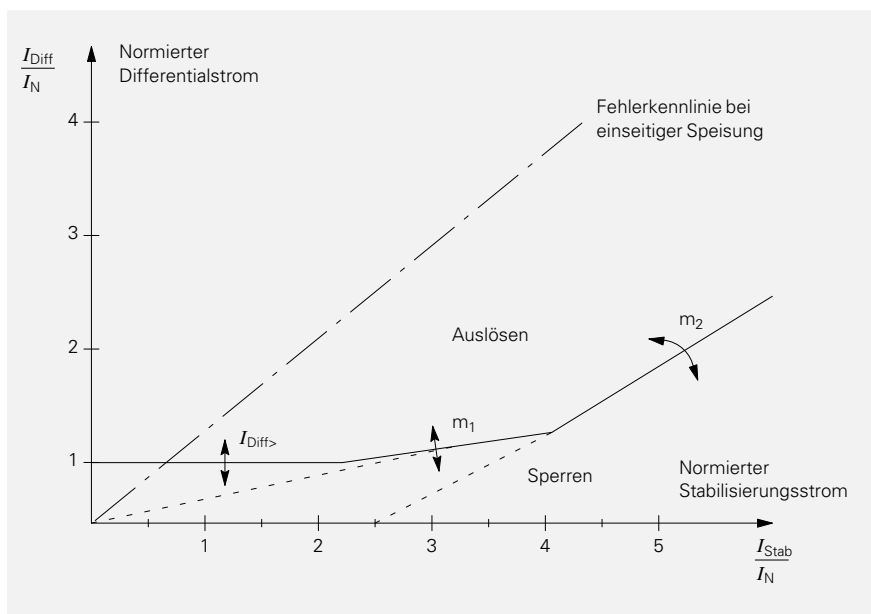

Bild 3
- Ansprechkennlinie für dreiphasigen, symmetrischen Kurzschlußstrom entsprechend Bild 3. Der Ansprechwert  $I_{Diff>}$  und die Steigung der Kennlinienäste ist parametrierbar.